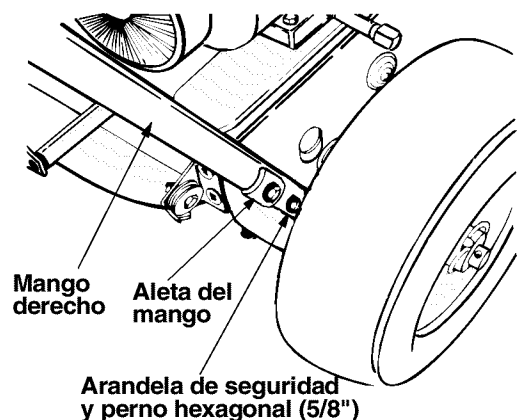

Figura 2
- Asegure el orificio del fondo del mango al expulsor de nieve usando pernos hexagonales de 5/16x3/4" de largo y la arandela de seguridad del conjunto de ferretería (Grupo A en la página 42 ). No ajuste en este momento. Vea la Figura 2.
- Coloque una de las dos aletas del mango, incluidas en el conjunto de ferretería (Grupo A en la página 42), sobre el orificio superior en el mango, de manera que el contorno de la aleta del mango coincida con el del mango. Vea la Figura 2.